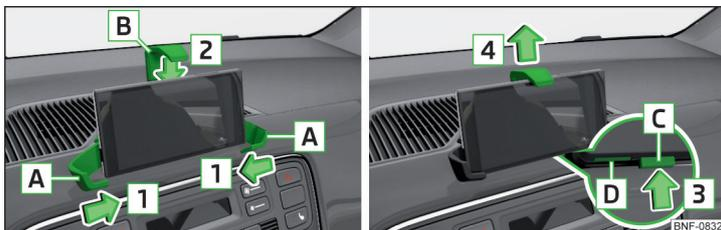

Fig. 79 Colocar el teléfono / Retirar el teléfono
- Colocar el teléfono entre los brazos **A**, desplazarlo en dirección de las flechas **1** y con eso fijar el teléfono » fig. 79.
- Presionar la tecla **C** en el sentido de la flecha **3**, el brazo **B** se mueve en la posición de inicio en el sentido de la flecha **4** » fig. 79.